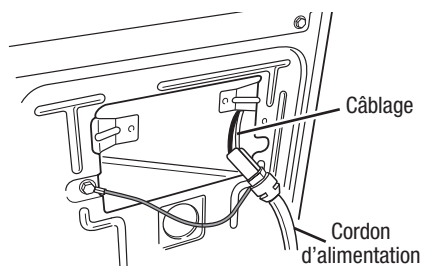
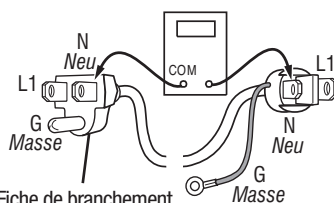

Figure 5. Raccordement entre cordon d'alimentation et câblage de la sècheuse (sècheuse à gaz).
Figure 6. Broches du cordon d'alimentation – sècheuse à gaz.
- 3.** Vérifier que le cordon d'alimentation est correctement raccordé au câblage de la sècheuse. Voir figure 5.
- 5.** Avec un ohmmètre, vérifier la continuité entre la broche neutre (N) de la fiche de branchement et la broche P8-3 (conducteur blanc) de la carte des circuits de commande de la machine. La partie gauche de l'illustration à la figure 6 identifie la position de la broche neutre (N) de la fiche de branchement. Voir également figure 15, page 56.
- S'il n'y a pas de continuité, défaire la connexion entre le conducteur blanc du câblage et le cordon d'alimentation, à l'emplacement indiqué à la figure 5. Tester la continuité du conducteur neutre du cordon d'alimentation selon les indications de la figure 6. S'il y a un circuit ouvert, remplacer le cordon d'alimentation; sinon passer à l'étape 6.
- S'il n'y a pas de continuité, contrôler la continuité sur le cordon d'alimentation d'une manière similaire à ce qui est décrit à la figure 6, mais pour le conducteur L1 du cordon d'alimentation.